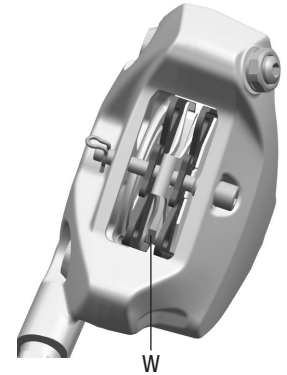

Abb. 19
- Übermäßiger Verschleiß der Bremsbeläge (da die Verschleißanzeige auf einem oder mehreren Bremsbelägen nicht mehr sichtbar ist) (W - Abb.19).